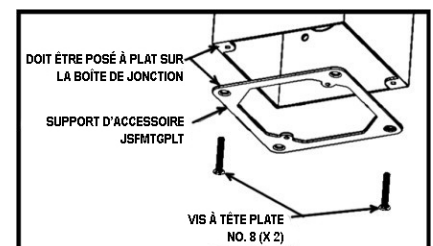

Figure 12
Étape 2. Prenez le support d'accessoires et fixez-le comme indiqué (Fig. 12) avec les vis à tête plate fournies sur la boîte de jonction. Assurez-vous que le support ne repose pas sur la surface du plafond, car il doit être en contact direct avec la boîte de jonction (Fig. 12).